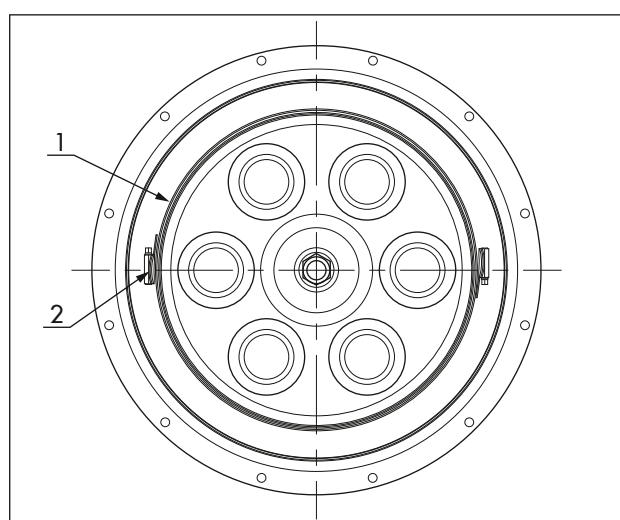

図 14: ホースクランプのラッチを位置合わせします。
6. 2つの新しいホースクランプ (A6) を完全に開き、それらを隣接させ 1 つのクランプにします (図 14 を参照)。
9. 保護ゴム片 (A19) をクランプのラッチの下に配置し位置を合わせます (図 14 を参照)。
8. 2つの新しいホースクランプ (A6) を完全に開き、それらを隣接させ 1 つのクランプにします (図 14 を参照)。
11. 保護ゴム片 (A19) をクランプのラッチの下に配置し位置を合わせます (図 14 を参照)。